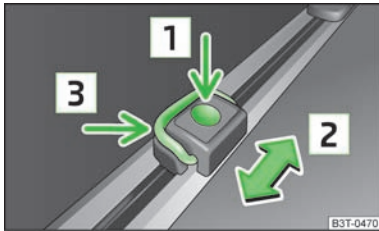

Fig. 78
- Apăsăți tasta **[1]** » fig. 78 și împingeți inelul de ancorare în poziția dorită, în sen-sul săgeții **[2]**.
- Ridicați brida **[3]** » fig. 78 și montați, de exemplu, plasa de fixare.